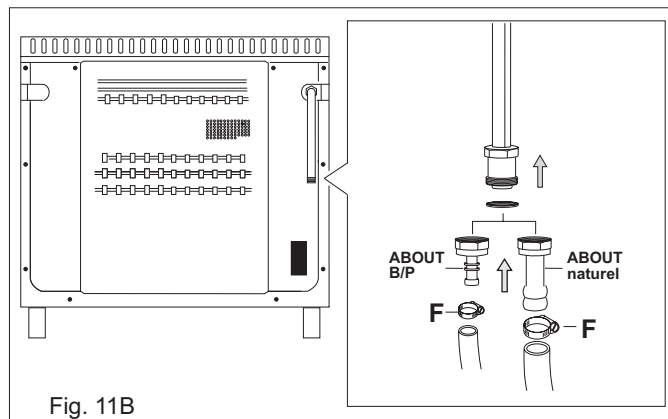

Fig. 11B
- 3) raccordement par tuyau souple suivant les normes en vigueur avec un about annelé. Le tube doit être monté sur le porte caoutchouc avec un collier de serrage (F) pour éviter toute fuite de gaz et visitable sur toute sa longueur (fig.11B).